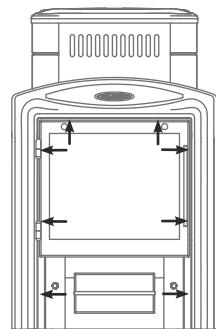

Рисунок 5. Места установки саморезов.
- пол из горючих и трудногорючих материалов перед дверцей топки – металлическим листом размером 700×500 мм (рисунок 5)
- открутить саморезы 8 шт., которыми прикрепляется рамка с дверцей к топливному каналу, и снять ее; (см. рисунок 5);